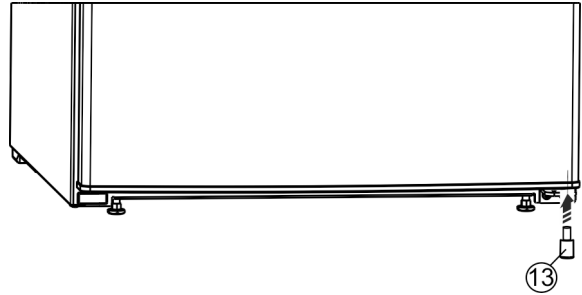

Fig. 27 *
- Cihazın güvenli duruşu için önemli olduğundan, mesafe parçasını Fig. 27 (13) yine kapının sağ altına takın.*